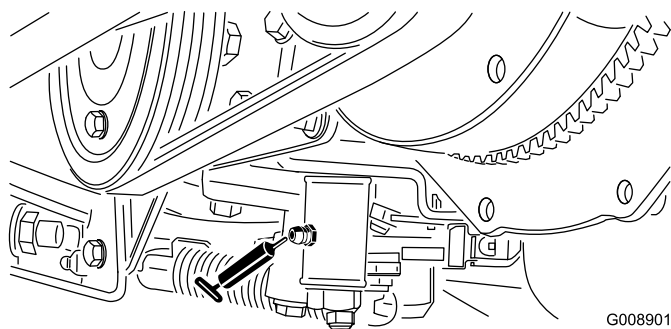

Figura 54
- Mecanismo de ajuste do ponto morto (Figura 54)